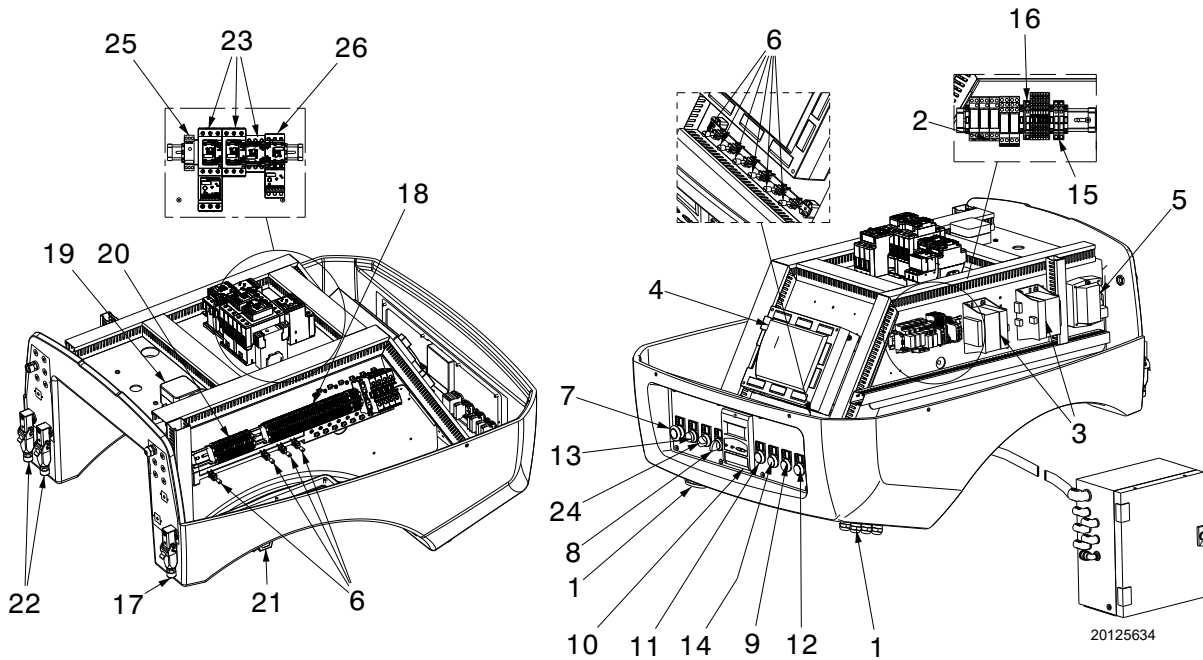

Fig. 5
- **Bloqueo caja de control:** el pulsador encendido (**led rojo**) 13)(Fig. 5) advierte que el quemador está bloqueado. Para desbloquear, presionar el pulsador 13)(Fig. 5) o utilizar la pantalla.